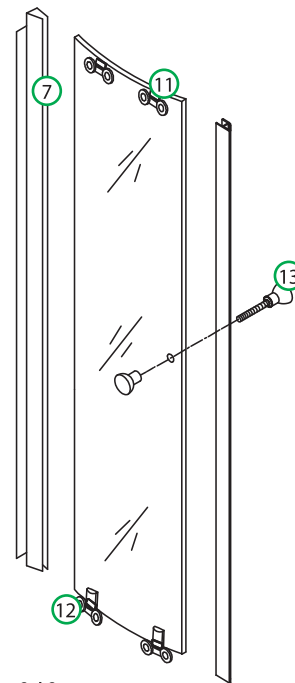

Рис. 9 / 9-сур.
10. На подвижную стеклянную панель (дверь) установите ролики, дверные ручки и уплотнители (рис. 9).